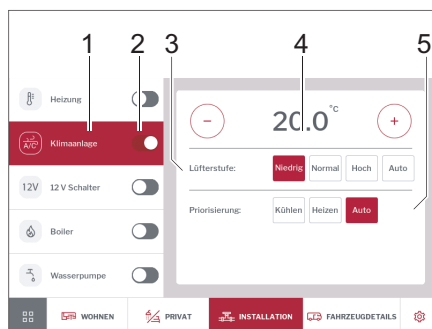

Fig. 287 Instalación de aire acondicionado
- Encender o apagar el aire acondicionado con el interruptor deslizando (Fig. 287,2).
- Tocar en la opción *Aire acondicionado* (Fig. 287,1).
- Use las teclas más y menos para establecer la temperatura ambiente deseada (Fig. 287,4).
- Establecer la priorización deseada (refrigeración/calefacción/automático) (Fig. 287,5).
- Seleccionar intensidad de ventilación (Fig. 287,3).